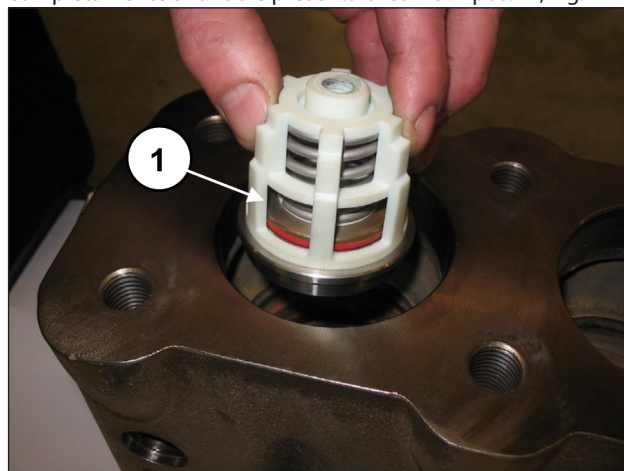
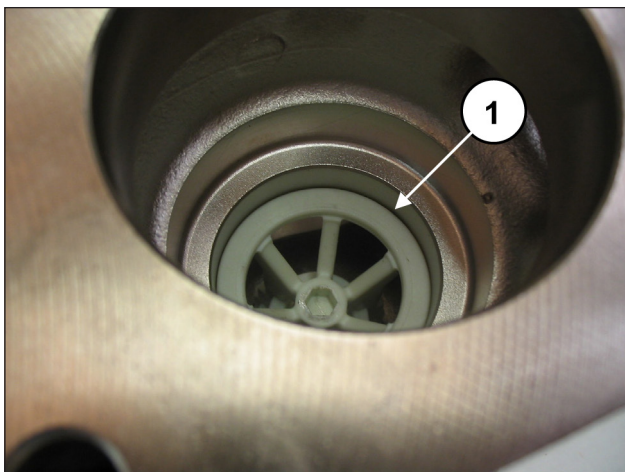

Fig. 121
Fig. 122
Inserire il gruppo valvola di aspirazione (pos. ①, Fig. 121) e successivamente il distanziale (pos. ①, Fig. 122).
Il gruppo valvola completo deve essere inserito completamente a fondo e presentarsi come in pos. ①, Fig. 122.